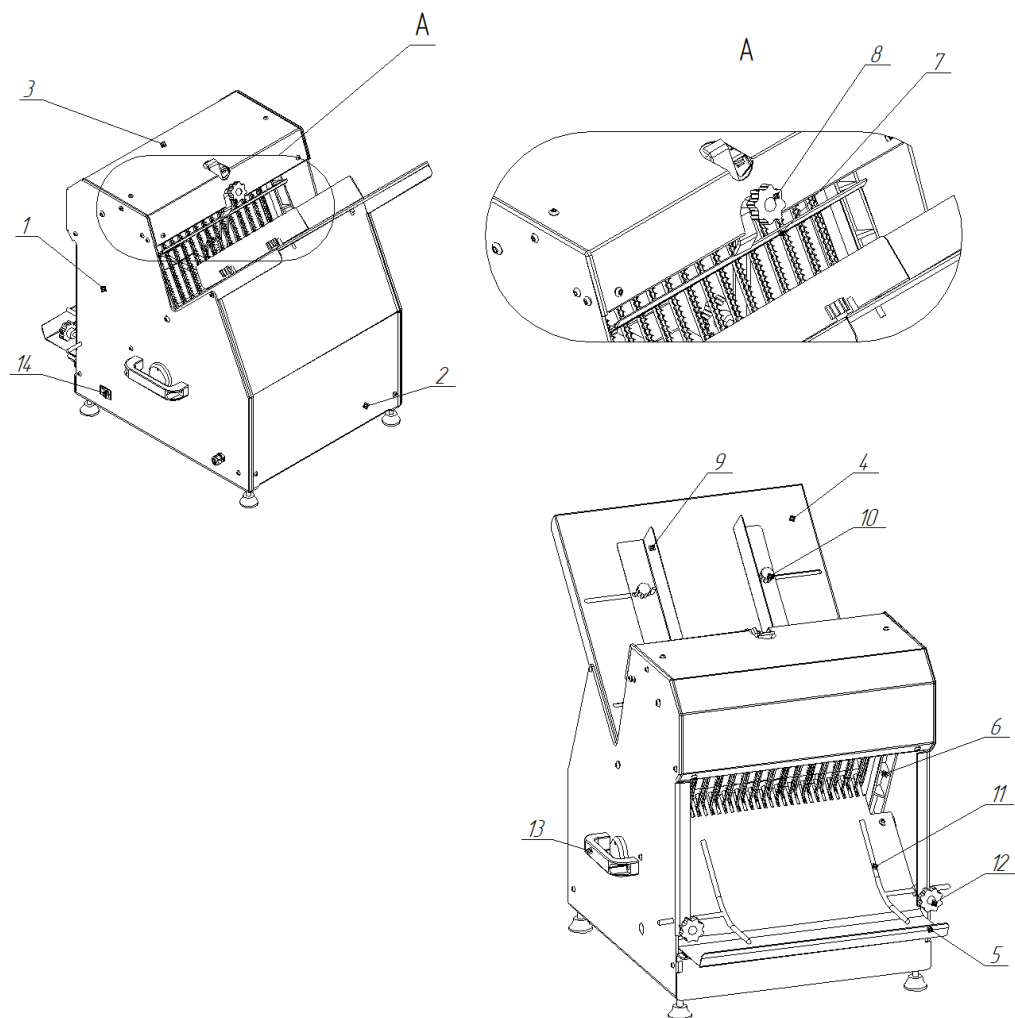

Рис.2. Устройство хлебoreзки ПищТех ЭХМ-180 (Рис.2)
5. Отрегулируйте прижимную пластину (Рис.2 поз.7) под размер нарезаемого хлеба, открутив фиксирующий винт (Рис.2 поз. 8). Выставьте высоту пластины так, чтобы хлеб свободно проходил под ней. Не выставляйте слишком большой зазор между пластиной и хлебом (не более 10 мм).
6. Выставьте перегородки (Рис.2 поз.9) по ширине хлебного батона. Для этого необходимо ослабить фиксирующие винты (Рис.2 поз.10) и сдвинуть перегородки в большую или меньшую сторону, так чтобы хлеб свободно проходил между ними.
7. Отрегулируйте приёмные ограждения (Рис.2 поз.11) аналогично перегородкам (Рис.2 поз.9).
8. Включите машину переведя переключатель (Рис.2 поз.14) в положение «1».
11. После нарезки, выключите машину и уберите нарезанный хлеб с приёмного лотка (Рис.2 поз.5).